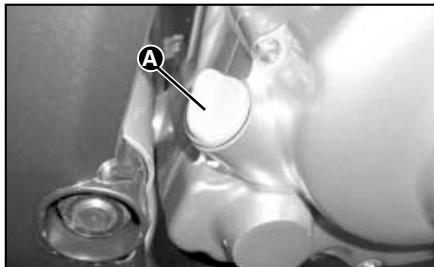

Fig. 1
4. Dévissez le bouchon / jauge "A" du trou de remplissage de l'huile (Fig. 1)
4. Svitare il tappo / asta "A" dell'orifizio di rifornimento dell'olio (Fig. 1)
4. Loosen the tap / rod "A" of the refilling oil hole (Fig. 1)
4. Lockern Sie den Verschlussdeckel / Pegelstab "A" des Einfülllochs (Abb. 1)
3. Dévisser le bouchon / jauge "A" (Fig. 1) du trou de remplissage de l'huile.
3. Loosen the tap / dipstick "A" (Fig. 1) from the hole of refilling oil.
3. Afloje el tapón / varilla "A" (Fig. 1) del orificio de aprovisionamiento del aceite.
9. Apriete el tapón / varilla "A" (Fig. 1) luego, ponga en marcha el motor haciéndolo funcionar en ralentí durante 2 ó 3 minutos.
9. Visser le bouchon / jauge "A" (Fig. 1) puis, mettez en marche le moteur en le faisant fonctionner au ralenti 2 à 3 minutes.
3. Svitare il tappo / asta "A" (Fig. 1) dell'orifizio di rifornimento dell'olio.
9. Stringere il tappo / asta "A" (Fig. 1) successivamente, avviare il motore facendolo funzionare al minimo durante 2 o 3 minuti.
9. Tighten the tap / dipstick "A" (Fig. 1), then start the engine letting it idle for at least 2 or 3 minutes.
3. Lockern Sie den Verschlussdeckel / Pegelstab "A" (Abb. 1) des Einfülllochs.
9. Nachdem Sie den Verschlussdeckel / Pegelstab "A" (Abb. 1) befestigt haben, starten Sie den Motor und lassen Sie ihn im Leerlauf während 2 bis 3 Minuten laufen.
- Quite el capuchón "A" (Fig. 1) del cable A.T. de la bujía "B".
- Quittez le capuchon "A" (Fig. 1) du câble A.T. de la bougie "B".